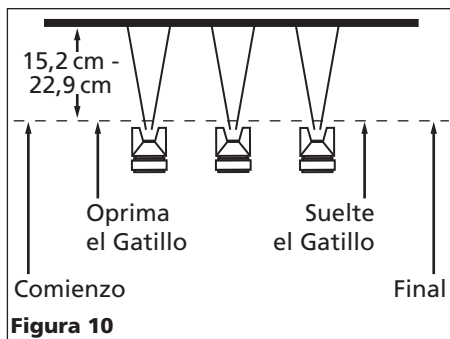

Figura 10
- Oprima el gatillo adecuadamente. Comience a mover la pistola **ANTES DE OPRIMIR EL GATILLO** y deje de oprimírselo **ANTES DE PARAR DE MOVERLA**. Este procedimiento le permitirá que el acabado sea parejo sin dejar rastros de donde se unen las diferentes manos de pintura (Vea la Figura 10).